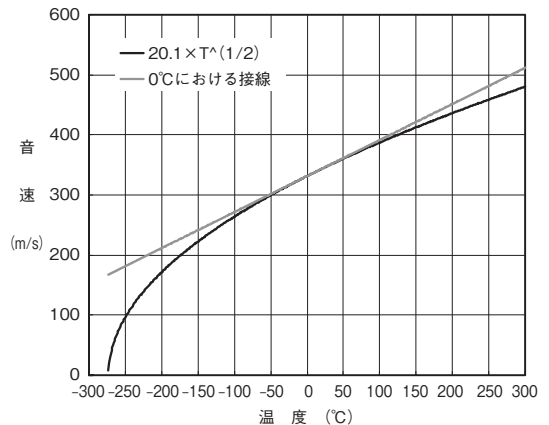

図 1 温度と音速の関係
(2) の 0°C における接線が $331.5 + 0.6 t$ である。これらをグラフに表すと図 1 のようになる。